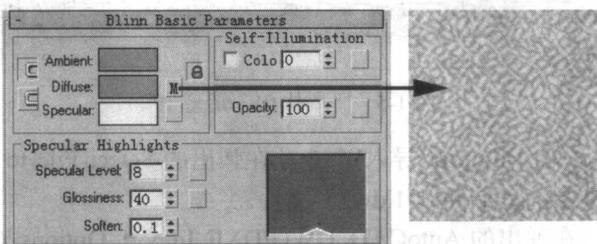

图 1-3 Blinn Basic Parameters 卷展栏
**4** 在 Shader Basic Parameters(着色基本参数)卷展栏中选择 Blinn(胶性)选项，在 Blinn Basic Parameters(胶性基本参数)卷展栏中单击 Diffuse(表面色)右侧的小按钮，在弹出的 Material/Map Browser(材质/贴图浏览器)对话框中双击 Bitmap(位图)选项，并为其指定本书光盘“贴图”文件夹中的“DT031.jpg”贴图文件，如图 1-3 所示。